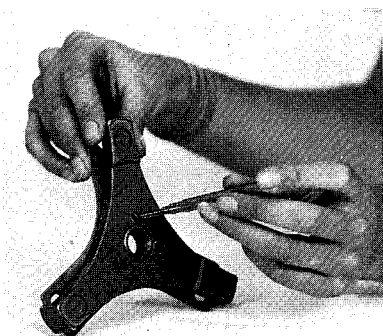
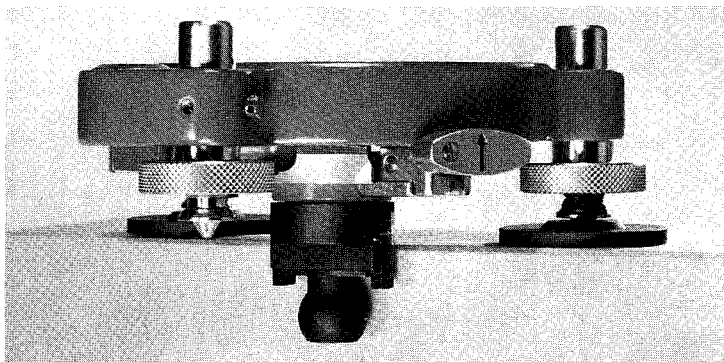

図28：整準盤GDF4。着脱式基盤は付いていますが、光学式求心装置は付いていません。
図29：ボール致心装置付きの整準盤 GDF 4。整準ねじの円板にも注目して下さい。
5.7.1 ボール致心装置付き整準盤GDF4 (図28、図29)
GDF4が標準の整準盤GDF6と違う点は、着脱式の基板が付いていることと、光学式求心装置の代わりに中心ねじ山が付いていることです。このねじ山の中へボール致心装置をねじ込めます。ボール致心を使うと、T2は、100分の数mmの致心精度で、致心用ソケット付きの標石の上へ据え付けることができ、たとえば建物、断層、ダムの点検測定に使えます。基板を取り外すには、小さな黒色の埋め込みねじ（下側に付いているもの）を緩めて、ばね板を横方向へ押し出します(図28)。ここで、ボール致心装置は、整準盤の中へねじ込みます。致心用ボールの側面には、指標線付きの鉛直スライドが2個付いていて、このスライドを使うとT2の回転軸は整準ねじを使っていつも同じ高さに設定できます。ボール致心装置は、使用しないときには、T2のケースの基盤の中のホルダーへねじ込んでおきます。